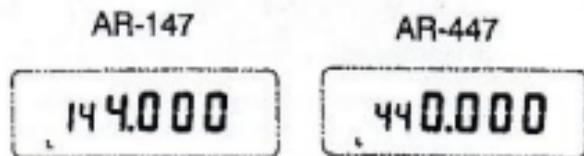

Fig. 1
2. Conectar la fuente de alimentación y encender el transceptor (PWR). El display indicará una frecuencia. La Fig. 1 muestra ejemplos de frecuencias que aparecerán en varios modelos de transceptor. Aparte de la frecuencia, usted podrá ver otras indicaciones en el display.